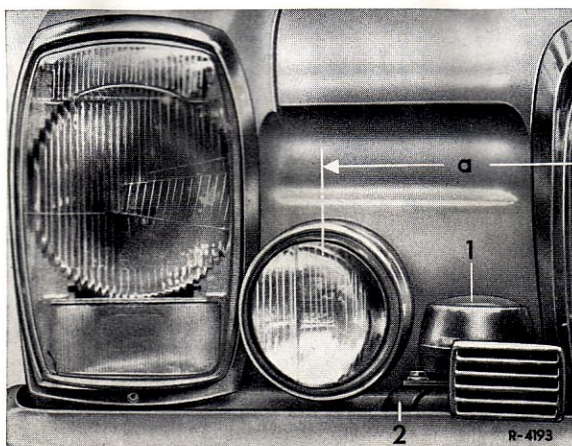

Bild 54-3/1
3. Die beiden Sechskantschrauben zur Befestigung des vorderen Stoßfängers heraus-schrauben. Anschließend die beiden Halter (2) zur Befestigung der Fanfaren (1) und den vorderen Stoßfänger an den Halter für Stoßfänger mit den vorhandenen Sechskantschrauben anschrauben (Bild 54-3/3).